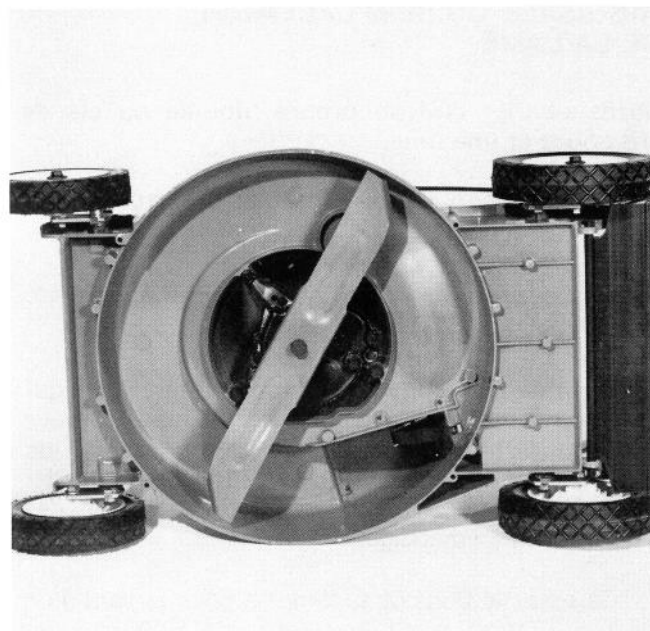

Figure 33
3. Inclinez la tondeuse sur son côté droit (Fig. 33). Evitez de faire tourner la lame lorsque la tondeuse est inclinée car ceci pourrait provoquer des difficultés de démarrage.